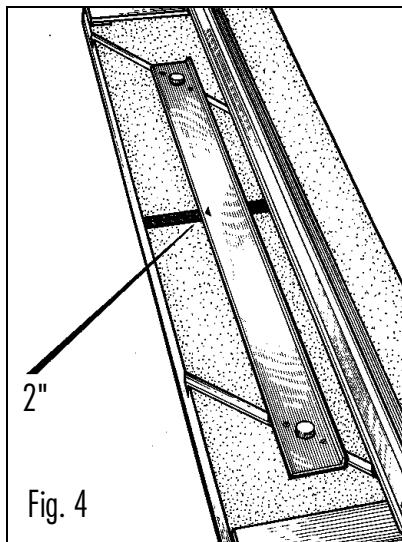

Fig. 4
- 4 Teken een lijn door een potlood te gebruiken. Herhaal dit drie keer (fig 4)